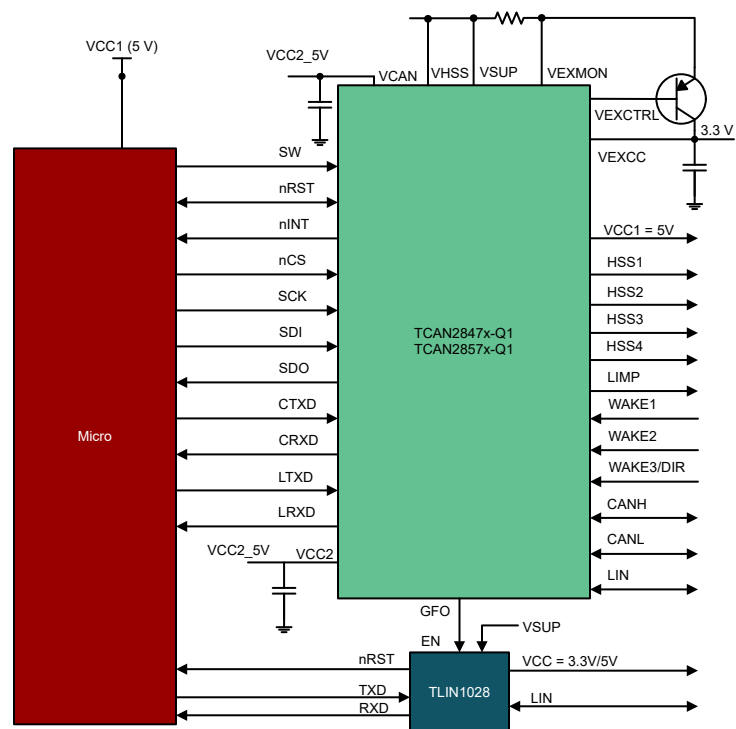

図 9-5. LIN SBC によるチャンネル拡張
- TCAN2857-Q1 までのいずれかのデバイスと TLIN1028x を使用することで、LIN トランシーバを備えた 2 つ目の SBC を実装できます。図 9-5 を参照してください